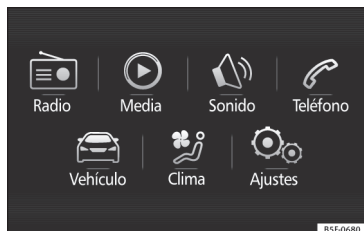

Fig. 33 Easy Connect: Menú principal.
- Pulse la tecla **MENU** del sistema y posteriormente el botón **CAR** » **fig. 33**, o la tecla **CAR** del sistema, para ir al menú **CAR** » **fig. 34**.